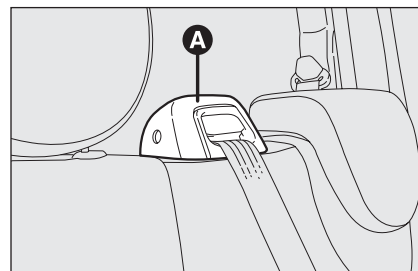

fig. 5
La cintura a tre punti del posto centrale singolo può essere dotata di arrotolatore **A**-fig. 5.
*Il nastro della cintura non deve essere attorcigliato. La parte superiore deve passare sulla spalla e attraversare diagonalmente il torace. La parte inferiore deve aderire al bacino **fig. 5** e non all'addome del passeggero. Non utilizzare dispositivi (mollette, fermi, ecc.) che tengano le cinture non aderenti al corpo degli occupanti.*